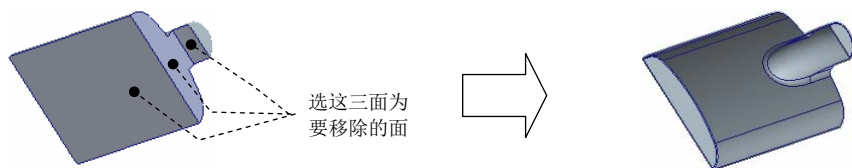

图 5.35.13 抽壳特征 1
Step8. 添加抽壳特征 1: 单击 **模型** 功能选项卡 **工程** 区域中的 **壳** 按钮; 要去除的面如图 5.35.13 所示, 壁厚值为 2.0。